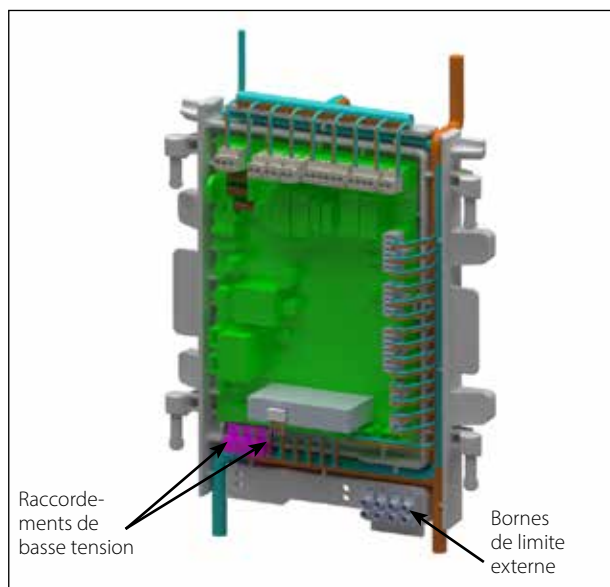

Fig. 32 - Raccordements de basse tension
Les bornes de basse tension sont situées au bas du module de commande CTRLMax. Les bornes de tension de ligne sont situées dans le coin inférieur droit, comme l'illustre la Fig. 32 à droite.
1. Raccordez les fils de l'aquastat ou du capteur de température d'ECS aux bornes de basse tension X4-1 et 2 situées au bas du module de commande CTRLMax, comme l'illustre la **Fig. 32**.
3. Raccordez les fils de limite externe aux bornes de basse tension de limite de réinitialisation manuelle ou de limite de réinitialisation automatique situées dans le coin inférieur droit du boîtier du module de commande CTRLMax, comme l'illustre la *Fig. 32*.
1. Raccordez les fils du capteur de température du système aux bornes de basse tension X5-3 et 4 situées au bas du module de commande CTRLMax, comme l'illustre la *Fig. 32*.